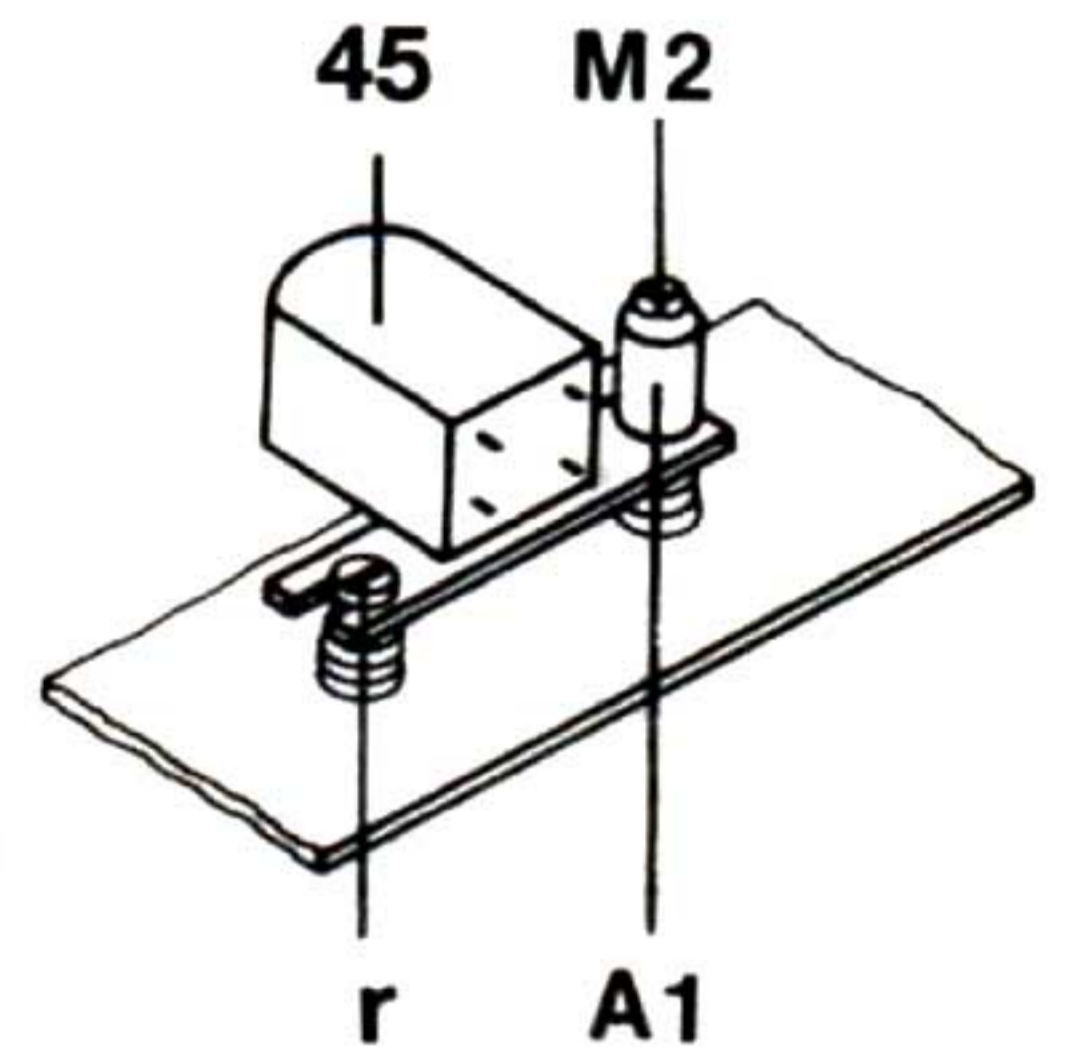

Abb. 8
Mit der Sechskantmutter **M2** ist eine Korrektur des Bandlaufes um ± 2 Segmente zulässig. (Abb. 8)
a. Durch Verdrehen der Justage-Schraube **r** linken Kanal auf Justagemaximum stellen (Wert notieren) Abb. 8